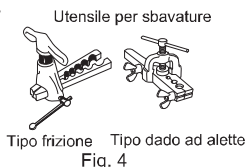
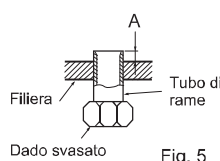

Fig. 4
Fig. 5
- 5) Inserire completamente il tubo di scarico nella bacinella di scarico sul lato posteriore destro dell'unità interna. (Fig. 4)
- 6) Inserire il tubo di scarico nella manica foro muro (C) e agganciare la parte superiore dell'unità interna alla piastra di installazione (1). Quindi, spostare completamente l'unità interna sulla sinistra in modo da facilitare il posizionamento della tubazione nello spazio sul retro dell'unità.
- 7) Ritagliare un pezzo di cartone dalla scatola di spedizione, arrotondarlo, agganciarlo sul costolone posteriore e utilizzarlo come distanziatore per sollevare l'unità interna. (Fig. 5)
- 8) Collegare il tubo del refrigerante al tubo di estensione (B).
- 9) Inserire la parte inferiore dell'unità interna nella piastra di installazione (1).
- 4) Svasatura (Fig. 4, 5). Tenere saldamente il tubo in rame delle dimensioni indicate nella tabella. Selezionare i mm di A dalla tabella in base allo strumento utilizzato.